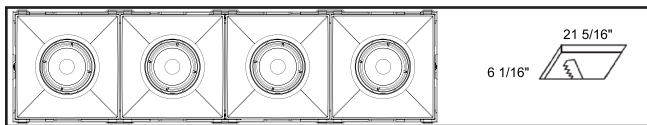

Figure 1.8.
- 4 lumières : 21 5/16 X 6 1/16 po (figure 1.8)